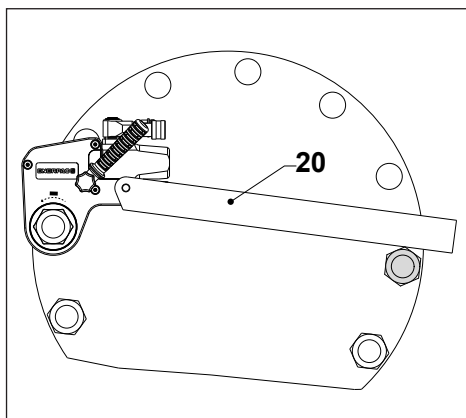
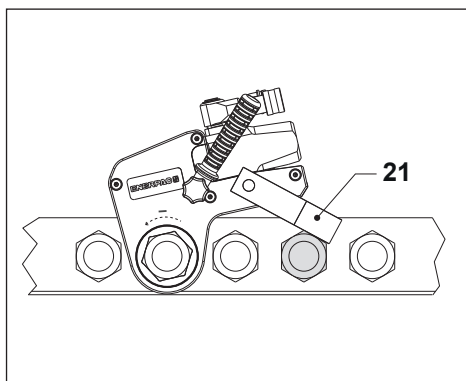

Fig. 13
Fig. 14
4.3.4 Uso del brazo de reacción alargado (Fig. 13)
- Coloque el brazo de reacción alargado de la serie WTE (20) contra un punto de reacción adecuado. El punto de reacción contrarrestará la fuerza producida por la herramienta en funcionamiento.
4.3.5 Uso de la pala de reacción (Fig. 14)
- Coloque la pala de reacción de la serie WRP (21) contra un punto de reacción adecuado. El punto de reacción contrarrestará la fuerza producida por la herramienta en funcionamiento.